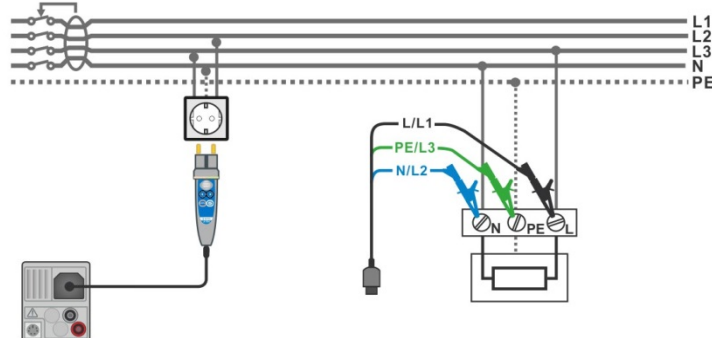

Рисунок 8.7: Измерение АВТО TN (УЗО).
- **Подключите измерительный кабель или щуп «commander» к испытываемому объекту, см. Рисунок 8.7: Измерение АВТО TN (УЗО).**